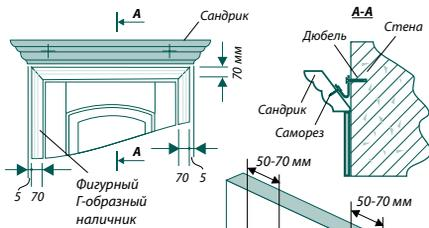

Рис. 22
- 5.1 Приложите детали наличника к месту установки, сделайте разметку. Прирежьте смежные детали наличника в зависимости от профиля наличника под углом 45° – наличник фигурный, радиусный или 90° – наличник прямой. Рис. 22.